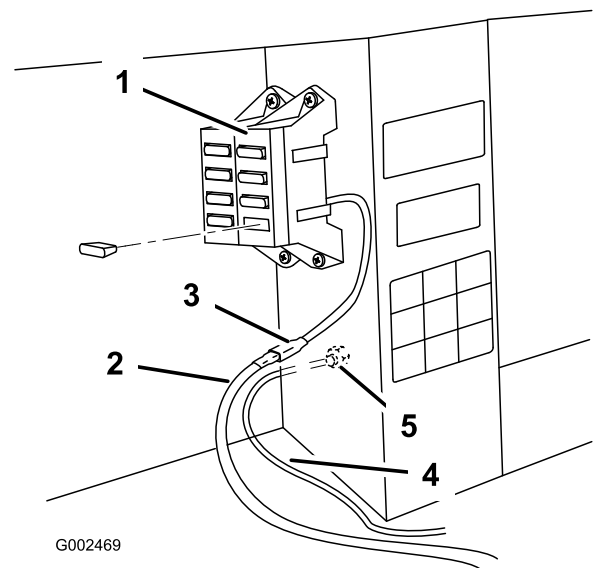

図 23
2. 黒いワイヤにのリングをアースボルトに接続する(図23)。